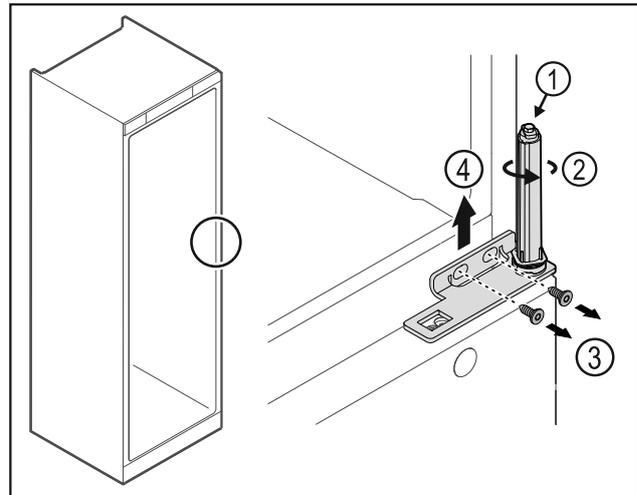

Fig. 27
- Non disassemblare il sistema di chiusura della porta Fig. 27 (1).
- Ruotare il sistema di chiusura Fig. 27 (2) finché non si innesta con un clic.
- Svitare le viti Fig. 27 (3), rimuovere la cerniera angolare Fig. 27 (4) verso l'alto.